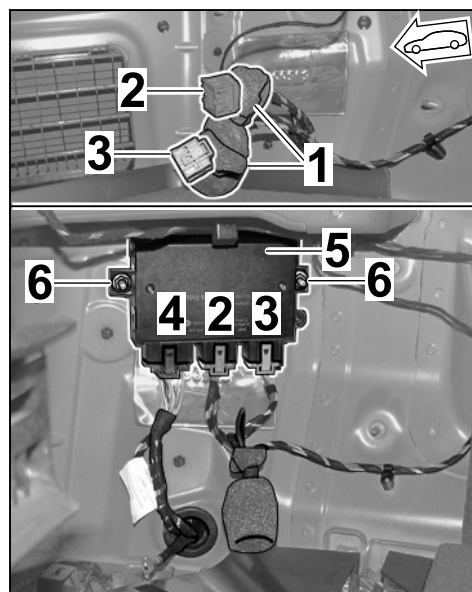

Рис. 12
- 2.2.2 Удалить защиту от стука (пенопласт) на разъемах “черный” и “красный” (оба – объем подготовки тягово-сцепного устройства = I-№ 216) (⇒ Рис. 12 -сверху-).
Установить блок управления тягово-сцепного устройства с помощью шестигранной гайки М6 (2 шт.) на раме фары (внутри) (⇒ Рис. 12 -снизу-).